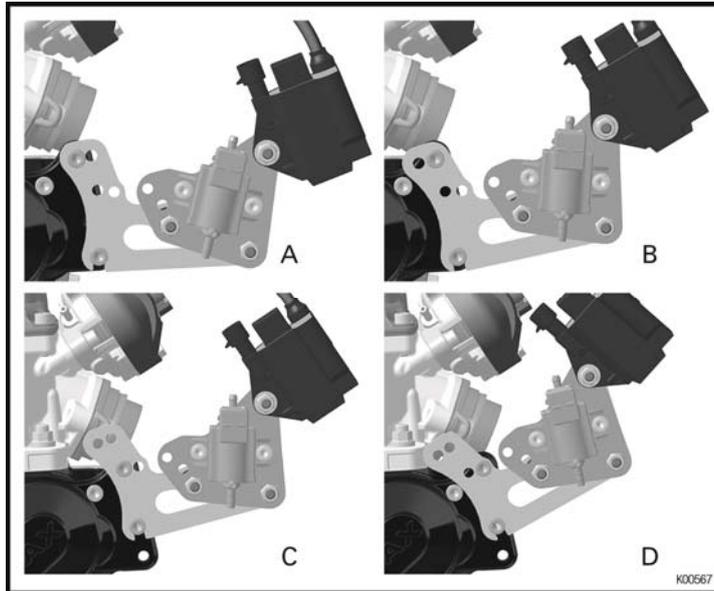

Fig. 15
- ◆ 注釈: エンジン側取付プレートはエンジンの種類やシートステーの場所に応じて取付位置を変更することが出来ます。Fig. 15 参照